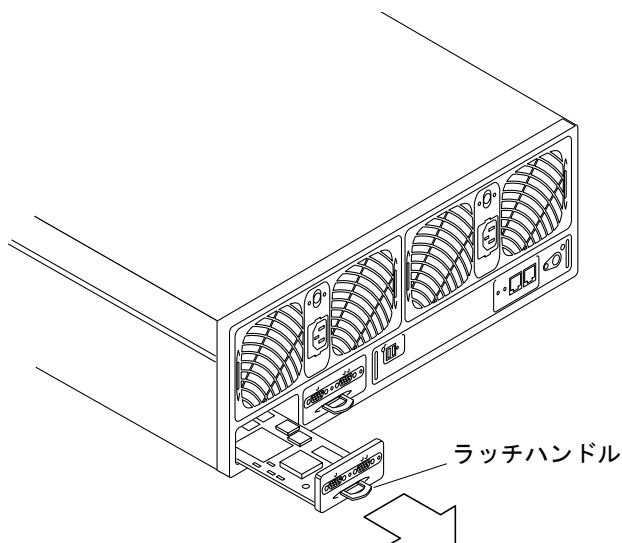

図 14-7 インターコネクトカードの取り外し
3. 障害が発生したインターコネクトカードからインターコネクトケーブルを取り外します (図 14-7)。